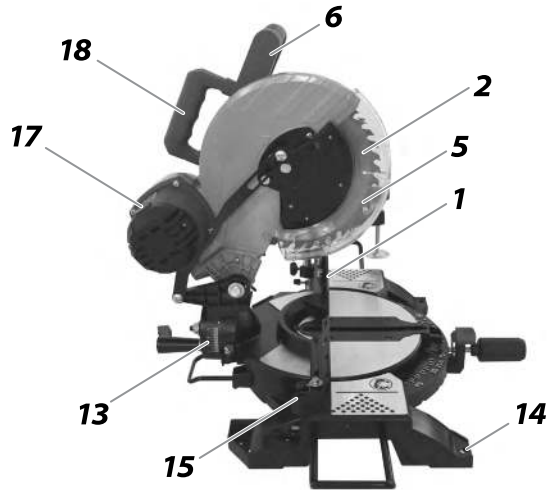
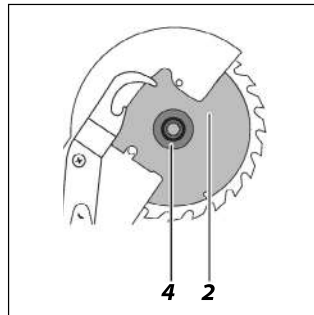

Рис. 1
Рис. 3
ВНЕШНИЙ ВИД ЭЛЕКТРОИНСТРУМЕНТА (Рис. 1, 2)
3. Снимите наружный фланец (4) (Рис. 3) и пильный диск (2) (Рис. 1);
4. Для установки диска установите на шпindel сначала внутренний фланец, затем диск. Направление вращения диска (указано на самом диске) должно совпадать с направлением вращения шпинделя, обозначено стрелкой на защитном кожухе (5) (Рис. 1).